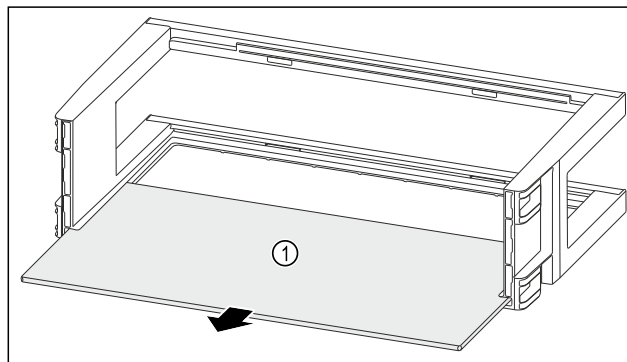

Fig. 139
- ▶ Извлеките съемную полку Fig. 139 [1].